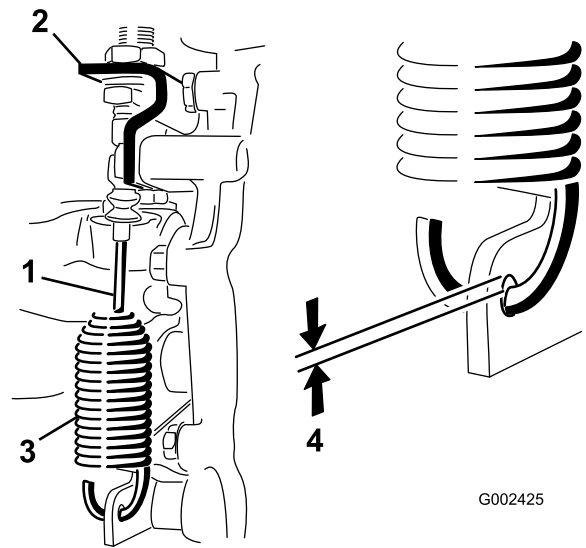

图45
2. 松开将差速锁拉索固定至驱动桥支架的锁紧螺母（图45）。